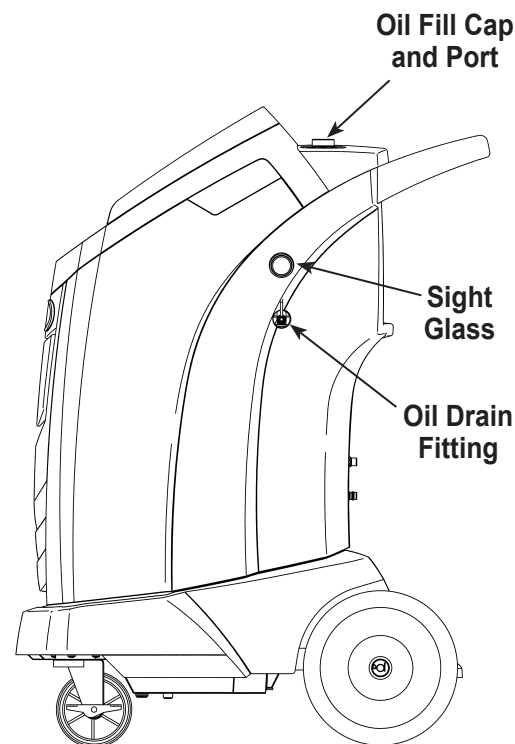

Figure 10
3. Après l'arrêt du compresseur, ouvrez lentement le bouchon de remplissage d'huile pour vérifier qu'il n'y a pas de pression dans la machine. Enlevez ensuite le bouchon avec précaution. Reportez-vous à la Figure 10.